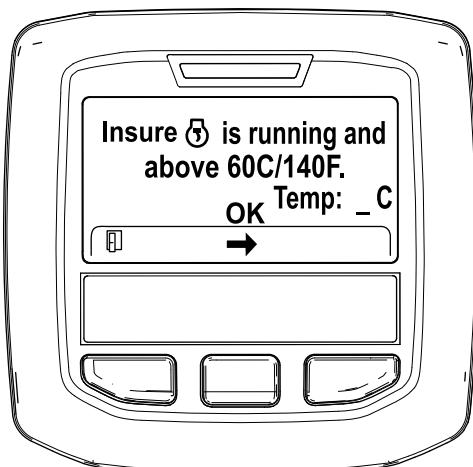

Figura 35
5. Si la temperatura del refrigerante es inferior a 60 °C (140 °F), se muestra el mensaje "Insure ⚡ is running and above 60C/140F" (Asegurarse de que esté en marcha y a más de 60 °C/140 °F) (Figura 35).